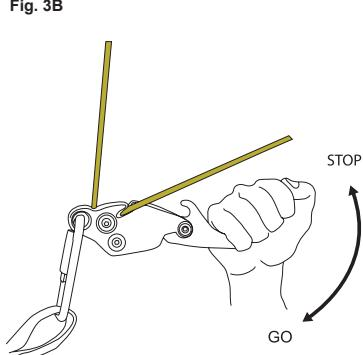
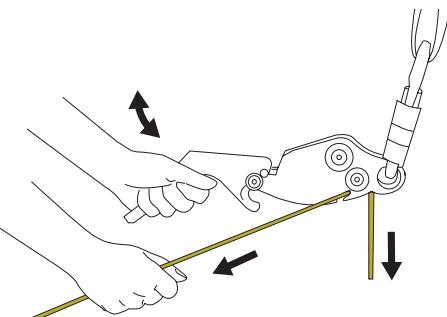

Fig. 3B
Fig. 7
7. La velocidad del descenso se ajusta con una mano en el tirador y la otra sujetando la línea por debajo del dispositivo. Empiece con la línea con un ángulo que quede en la parte inferior de la ranura como se indica en la fig. 3B. Si mueve el tirador hacia abajo, la velocidad aumenta. Cuando mueva el tirador hacia arriba o suelte el tirador, el descenso se detendrá. Aumente o disminuya la fricción moviendo la línea hacia la parte estrecha de la ranura o alejándola. Es importante mantener siempre una mano en la línea para controlar el descenso.
8. La velocidad del descenso se regula con una mano en el tirador y la otra sujetando la línea por debajo del dispositivo. Coja la línea con un ángulo que quede fuera de la ranura. Con el dispositivo de descenso boca abajo, el descenso se inicia tirando del tirador hacia arriba, Fig. 7, y se detiene cuando mueve el tirador hacia abajo o lo suelta. Aumente o disminuya la fricción moviendo la línea hacia la parte estrecha de la ranura o alejándola como se muestra en la fig. 3B. Es importante mantener siempre una mano en la línea por debajo del dispositivo para tener un mejor control del descenso.